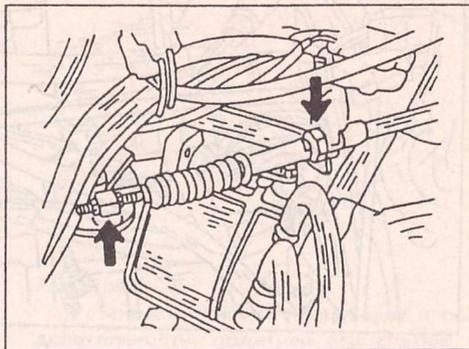

Рис. 184. Стрелки указывают на крепление троса переключения. С помощью гайки справа (стрелка) отрегулировать натяжение троса.
- Теперь трос имеет крепление только у коробки передач и у рычага коробки. Отвернуть гайку, снять шайбу, вынуть четырехгранник к гайке, удерживающей трос у опоры. Крепление троса показано на рис. 184.
- В соответствии с рис. 184 отсоединить трос от коробки передач и отвести его в сторону.